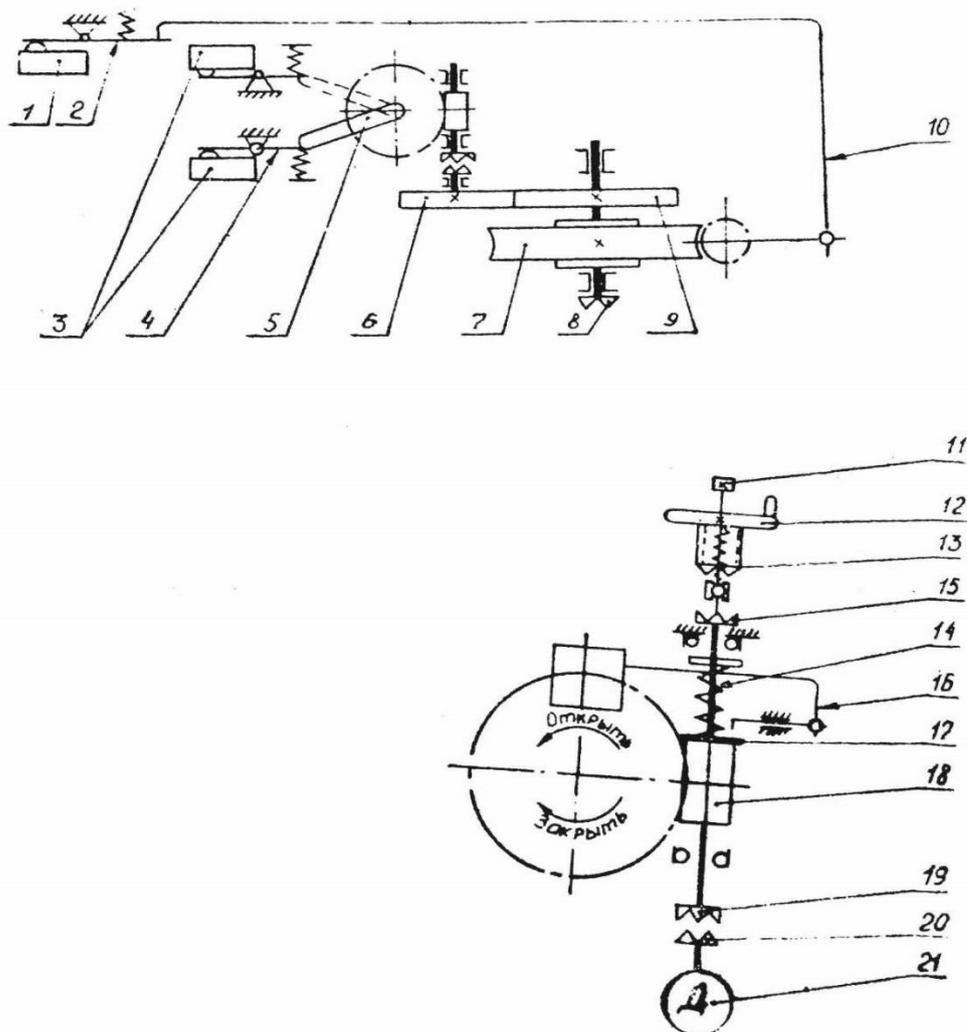
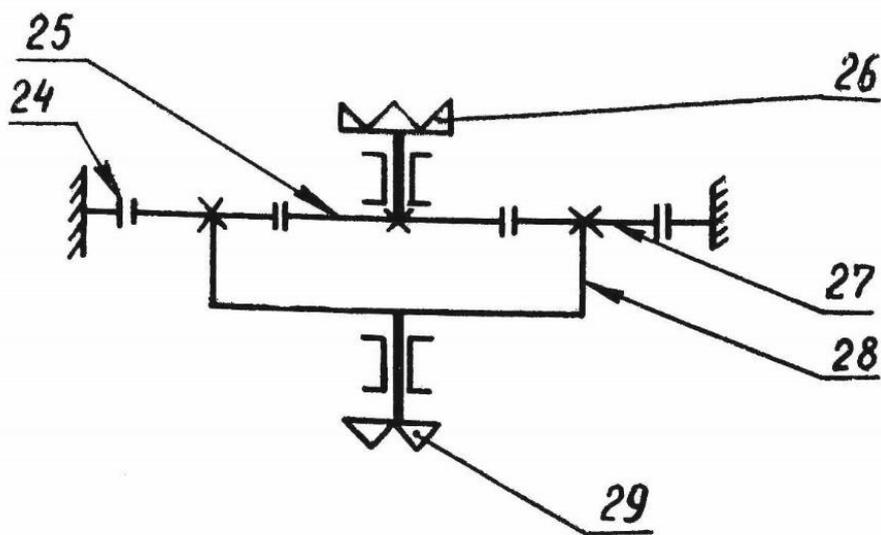

Рис. 6. Кинематическая схема привода типа А
Рис. 8. Кинематическая схема дополнительного редуктора привода типа Д
4.1. Приводы типов А,Б, В, Г (рис.6,7,8) состоят из корпуса в котором смонтированы узлы червячного редуктора, моментной муфтой и ручного дублера к корпусу привода через переходник крепятся двигатель и крышка с путевым выключателем. Привод типа Д скомплектован из привода типа Г и дополнительного редуктора (рис.8).
4.2.1. При электрическом управлении выступы ручки 11 (рис.6,7,8) должны находиться в глубоких пазах крышки, при этом кулачковая полумуфта 20 сцеплена с полумуфтой 19, а кулачковая муфта 15 расцеплена с кулачковой полумуфтой 13, исключая тем самым передачу вращения от двигателя 21 к маховику 12. Вращение двигателя 21 передается через полумуфты 19 и 20 червяку 18, далее через червячное колесо 7 к выходному валу 8 и связанному с ним шпинделю арматуры. Одновременно с вращением выходного вала через пару цилиндрических колес 6 и 9, вращение через редуктор передается валику путевого выключателя, на котором закреплены кулачки 5. В конце хода кулачок, нажав на рычаг 4, освободит кнопку микровыключателя 3, разомкнув тем самым цепь магнитного пускателя. При этом электродвигатель отключится от сети.
При этом кулачковая полумуфта 15 войдет в зацепление с полумуфтой 13, а полумуфта 19 выйдет из зацепления с полумуфтой 20, исключая тем самым передачу вращения от двигателя 21 к маховику 12. Вращение от маховика 12 через полумуфты 13, 15, передается червяку 18, червячному колесу 7 и выходному валу 8. В приводе типа Д (рис.8) вращение от выходного вала 8 привода типа Г передается через полумуфту 26 и центральное колесо 25 и сателлитами 27, которые, обкатываясь по колесу 24, вращают водило 28, связанное с выходным валом 29.
В приводах взрывозащищенного исполнения рычаг 16, проворачиваясь вокруг оси, натягивает гибкий тросик 10 (рис.6,7), воздействует на рычаг 2, который освобождает кнопку выключателя 1, разрывая цепь магнитного пускателя и отключая двигатель от сети. При регулировке и настройки муфты необходимо обратить внимание на то, чтобы свободный ход тросика между рычагом 2 и путевого выключателе 22 был выбран.